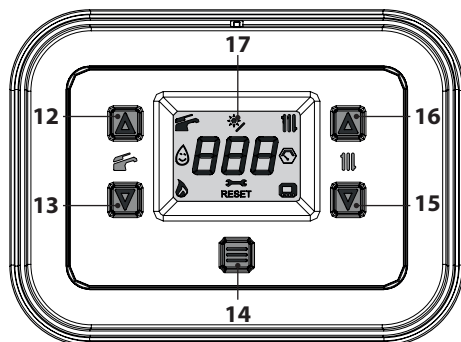
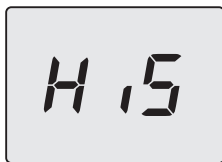

Figura 6.6
Figura 6.8
- Tenere premuto per 5 secondi il tasto 14 fino a far apparire sul display entrambe i simboli  e  (Figura 6.6).
- Entrare in "modalità programmazione" premendo contemporaneamente per 5 secondi i tasti 13 e 15 (Figura 6.6) fino a far apparire sul display LCD le lettere **HiS** che indicano il menu "Storico delle caldaia" (Figura 6.8).
- Premere il tasto 14 (Figura 6.6) per attivare la funzione. Il display visualizzerà quanto segue (Figura 6.10 e Figura 6.11).
- tenere premuti contemporaneamente i tasti 13 e 15 per 5 sec. (Figura 6.6) (ritorno al livello precedente).
- Spegnerne la caldaia tenendo premuto per 5 secondi il tasto 14 (Figura 6.6) fino a far apparire sul display LCD il simbolo **— — —** (i trattini vengono accesi in sequenza per simulare uno scorrimento) (Figura 6.5).